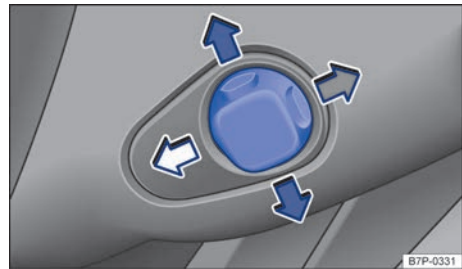

Fig. 99 Detrás del volante, en el guarnecido izquierdo de la columna de dirección: mando para el ajuste eléctrico de la posición del volante. ▶
- Presione el mando → fig. 99 en la dirección correspondiente hasta que el volante se encuentre en la posición deseada.
Si, cuando el volante de ajuste eléctrico se está desplazando a la posición en cuestión de forma automática, se acciona el mando → fig. 99, el volante se detiene. A continuación se memoriza esta nueva posición.